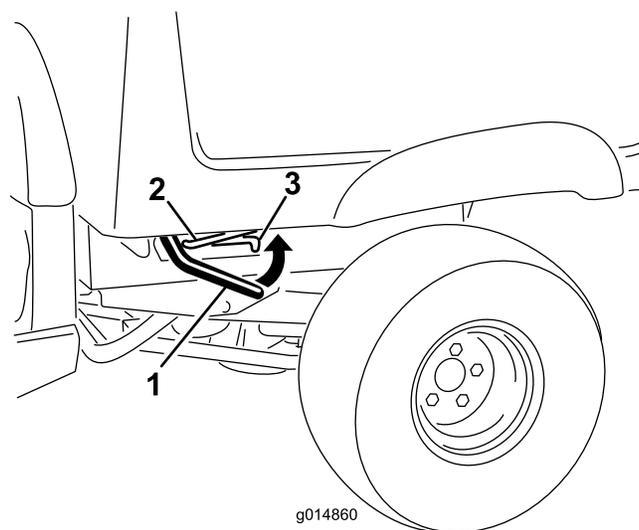

Bild 12
1. Heben Sie den Hebel an beiden Seiten der Ladepritsche an und heben Sie die Ladepritsche an (Bild 12).
2. Ziehen Sie die Stützstange in die Auskerbung, um die Staubox zu befestigen (Bild 12).